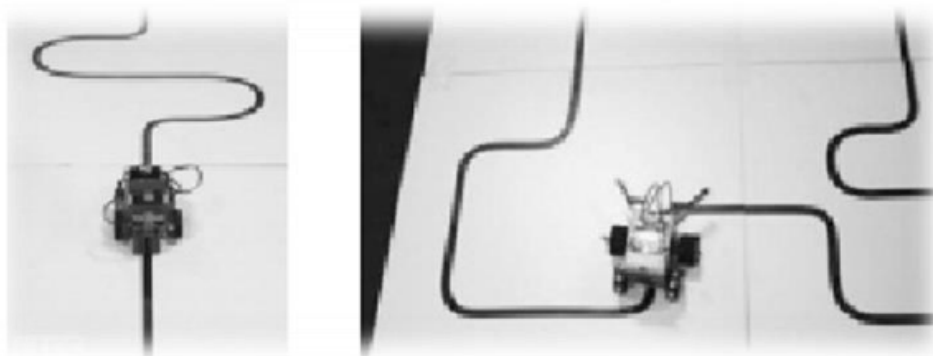

Figura 3 - Exemplos de disposição das linhas nas áreas.
3.5. A Figura 3 traz exemplos das disposições das linhas no ambiente. A configuração das linhas somente será conhecida no momento da competição.